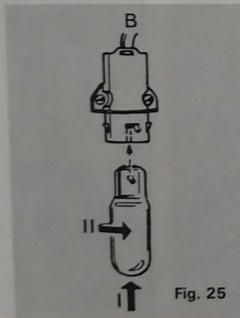

Fig. 25
- Empujar la lámpara hacia el fondo (I) y girarla en dirección de la flecha (II) (fig. 25).